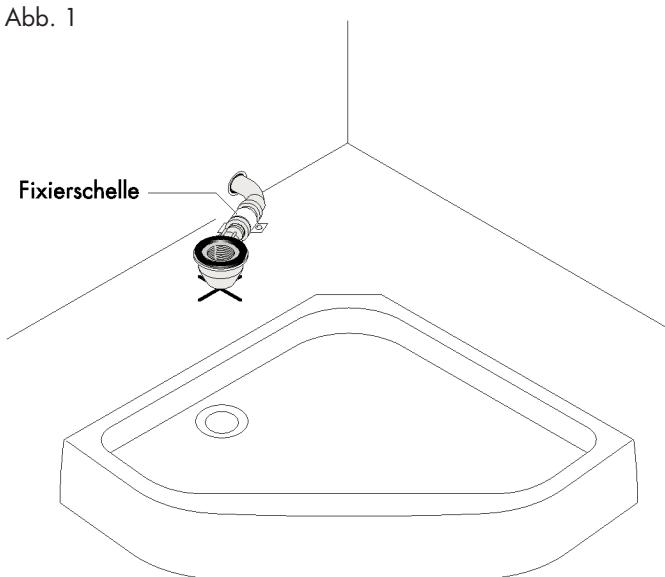

Abb. 2
4. Ablauf anschließen. Ablauf Staro 90 muss sich mittig über der angezeichneten Bodenmarkierung befinden (Abb. 2).